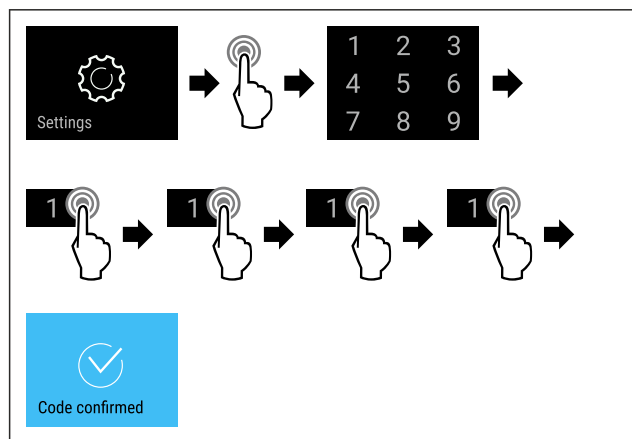

Fig. 90
- ▶ Stappen (zie Fig. 90) uitvoeren.